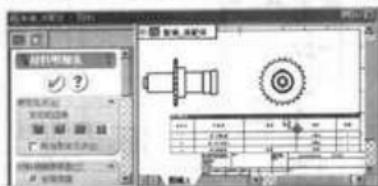

图 6-169 拖动材料明细表
(1) 在“材料明细表”属性管理器中取消对“附加到定位点”复选框的选择（对于基于 Excel 的材料明细表，可在“材料明细表属性”对话框中取消对“使用表格定位点”复选框的选择），如图 6-169 所示。
(2) 按住 $<Alt>$ 键，然后将表格拖离表格中的任何地方，或拖动表格标题栏，如图 6-169 所示。
(3) 单击 $\checkmark$ （确定）按钮。